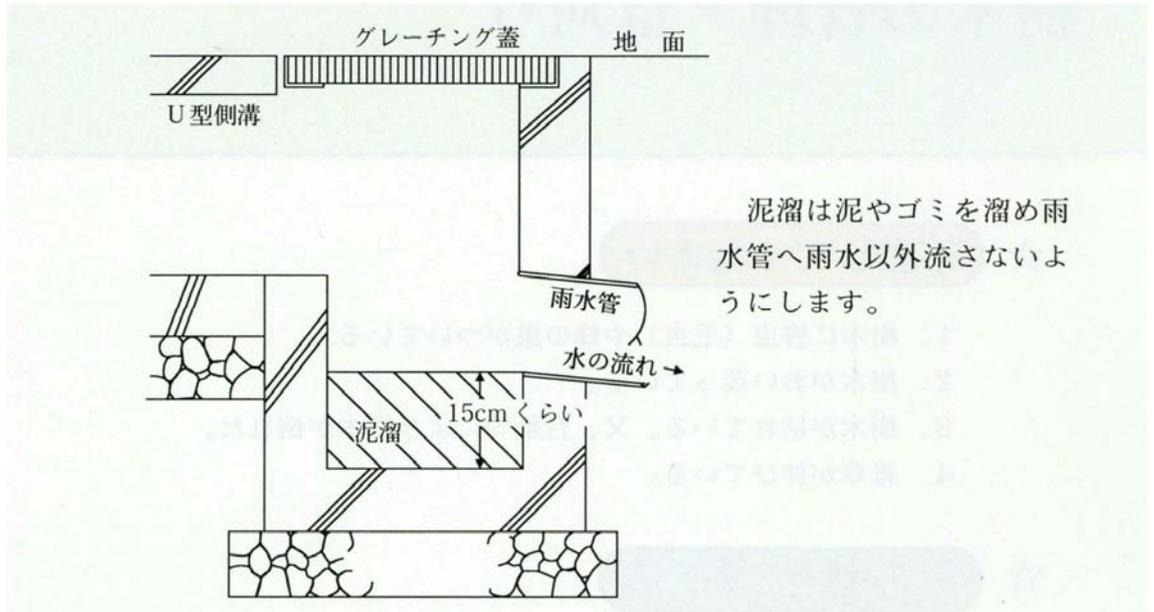

図 5-1 雨水樹の内部
1. 側溝や雨水柵（P57 図 5-1）にゴミや泥が溜まっていませんか。又、その側溝には蓋は付いていますか？